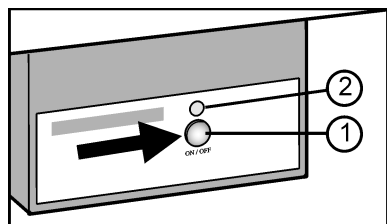

Fig. 9
- ▶ Tryk på tasterne On/Off Fig. 9 (1), så LED'en Fig. 9 (2) lyser.